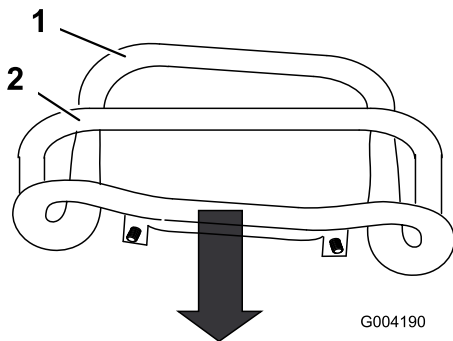

Figura 46
3. Tire hacia atrás del control de tracción hasta que la parte delantera del control entre en contacto con la barra de referencia (Figura 46).